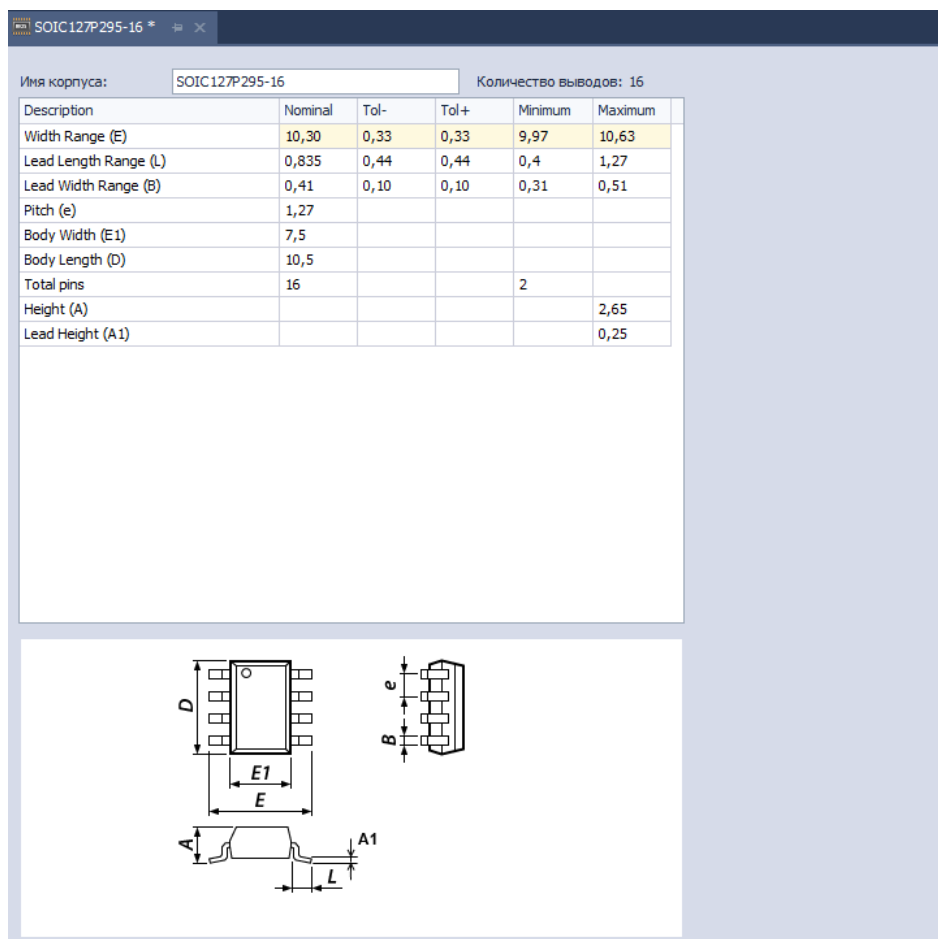

Рис. 83 Окно для заполнения параметров корпуса
3. Заполните необходимые параметры корпуса в открывшемся окне. Пример отображаемого окна показан на Рис. 83.